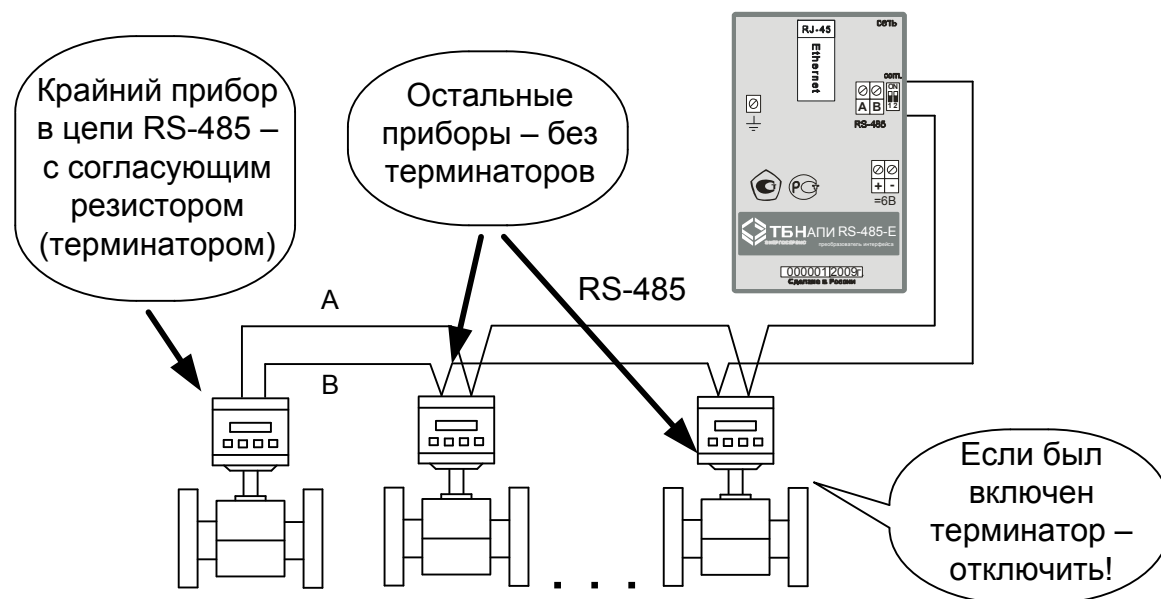

Рисунок 2 – Подключение к сети RS-485
- адаптер должен быть крайним звеном в цепи приборов, объединенных в сеть RS-485 (не должен включаться в разрыв цепи RS-485, см. рисунок 2);